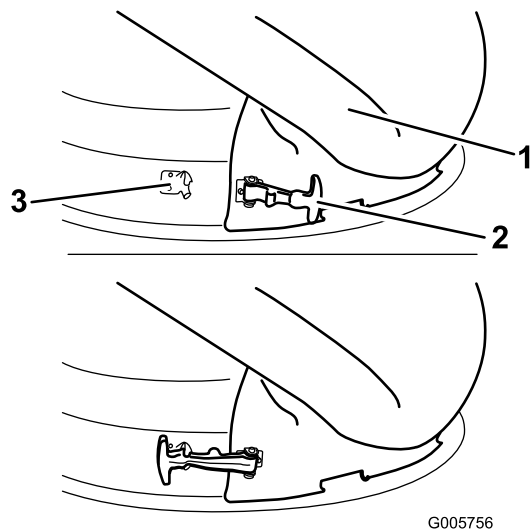

Figura 22
4. Fissate la guida di scarico sul piatto di taglio da 50 poll. Agganciate il fermo flessibile della guida di scarico al fermaglio saldato sul piatto di taglio, sul retro dell'apertura (Figura 22).